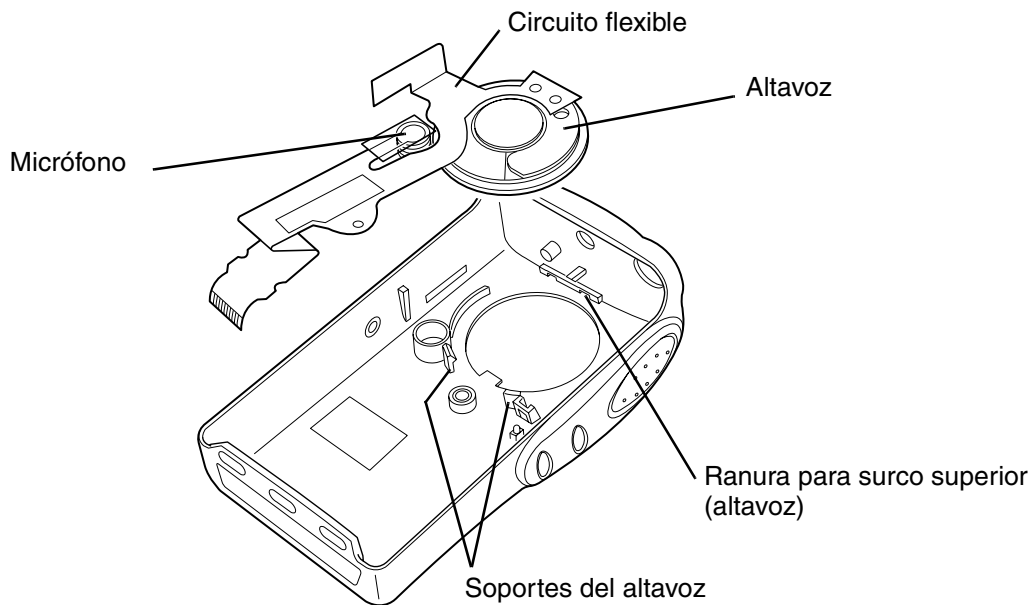

Figura 3-6 Retiro del conjunto del micrófono y el altavoz
5. Alinee la muesca superior del altavoz en la posición de las doce horas del reloj con el sujetador de la cubierta frontal (consulte Figura 3-6). Presione el altavoz hasta que las dos muescas inferiores se ajusten a los soportes de la caja.